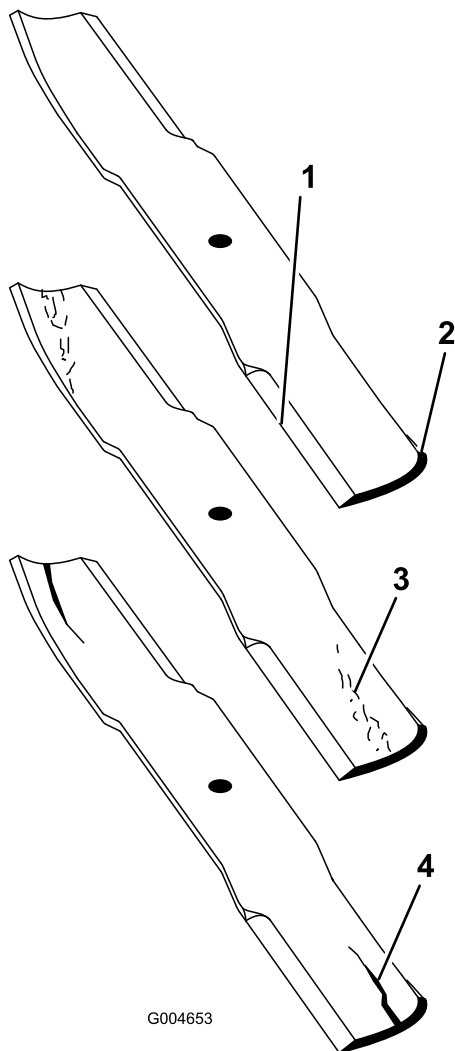

Figura 84
2. Verificate accuratamente i taglienti, con particolare attenzione ai punti d'incontro delle sezioni piatta e curva della lama (Figura 84). Sabbia e materiali abrasivi possono consumare il metallo che connette le sezioni piatta e curva della lama, per cui si consiglia di controllare la lama prima di usare il tosaerba. Se riscontrate segni di usura (Figura 84), sostituite la lama.
Se continuate ad usare la lama usurata, si forma una scanalatura tra la costa e la sezione piatta della lama (Figura 84). Alla fine, un pezzo di lama può staccarsi e venire lanciato dal sottoscocca, con il rischio di ferire gravemente voi o gli astanti.